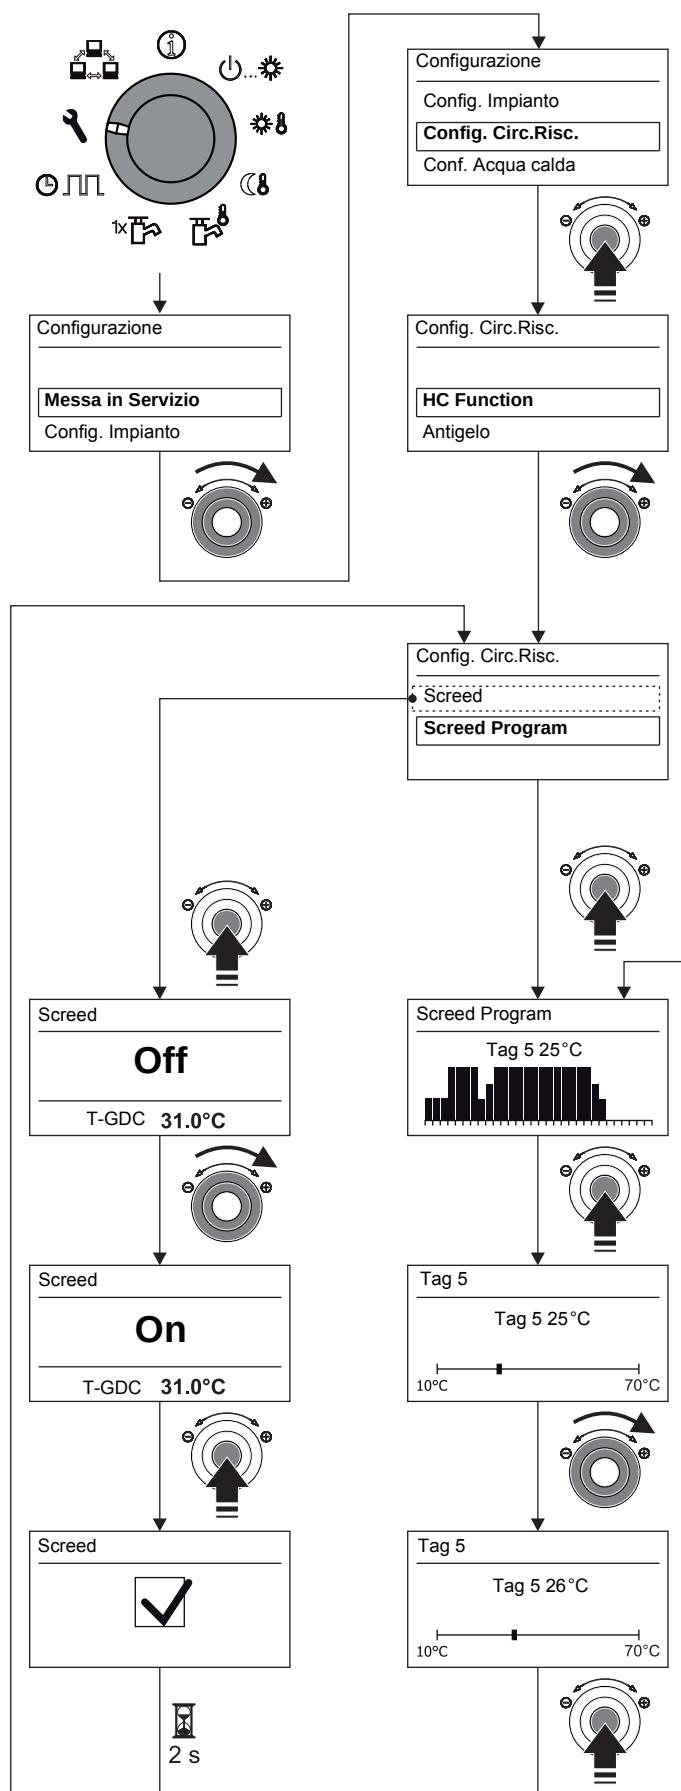

Fig. 3-20 Impostazione Scream Program
- Controllare le impostazioni per Screed Program ed eventualmente regolarle in base alle indicazioni del produttore per il tipo di massetto (v. fig. 3-20).
- Con il selettore impostare il parametro per la funzione "On" e confermare con una breve pressione sul selettore (v. fig. 3-20).